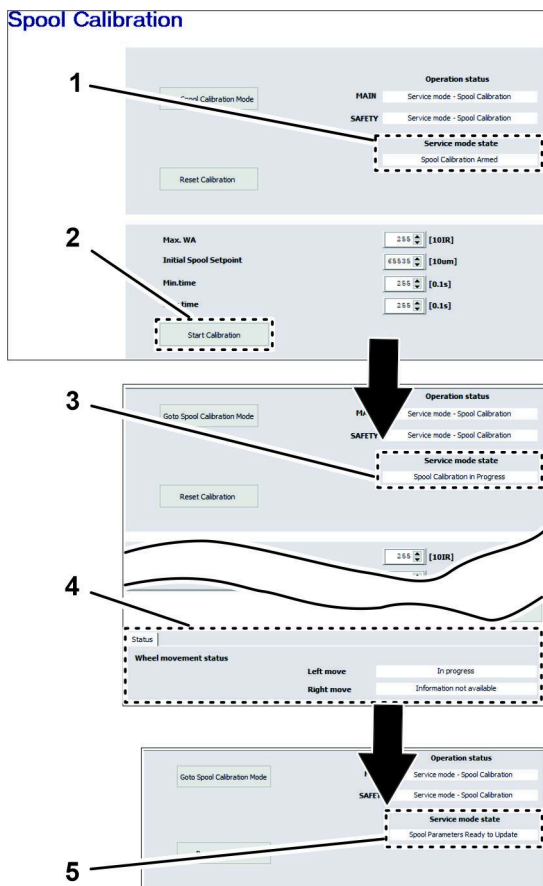

Figura 153
4. Haga clic en el icono INICIAR CALIBRACIÓN (Figura 153).